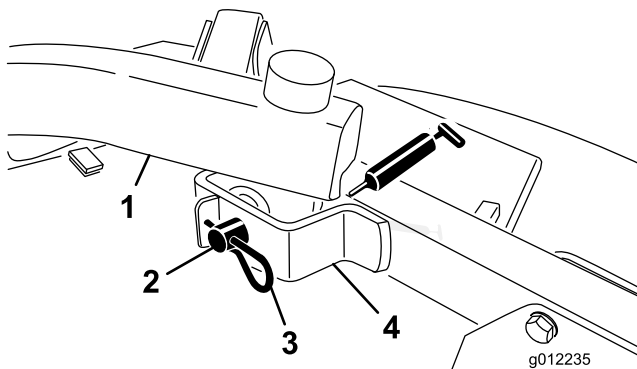

Figura 17
- Perna dei bracci di sollevamento, anteriori (2) (Figura 17)